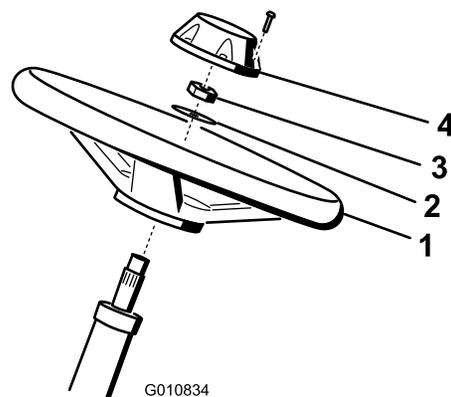

图 3
1. 将方向盘滑入转向轴图 3。
2. 将垫圈滑入转向轴图 3。
3. 使用锁紧螺母将方向盘固定到转向轴图 3 上上紧扭矩至 2735N·m。
4. 将中心盖安装到方向盘上并用螺丝固定图 3。